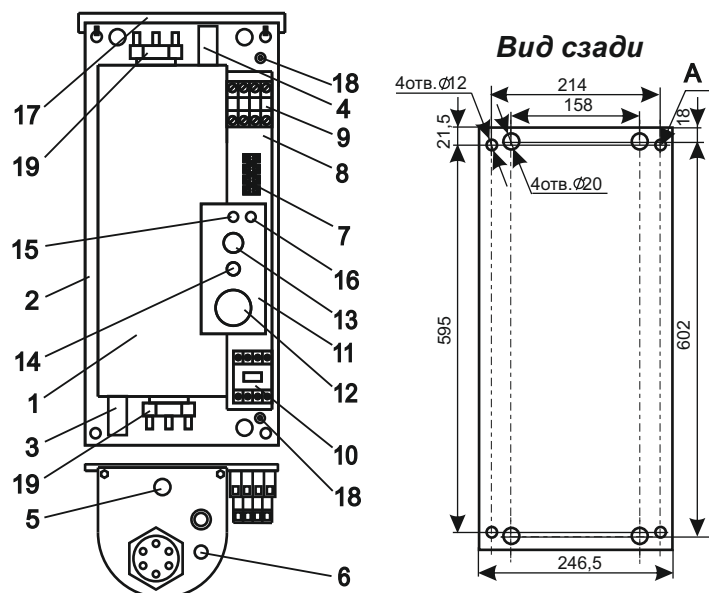

Рисунок 1 (кожух не показан):
4.1 Приборы ЭВАН-С1 -3; -4; -5; -6; -7,5; -9; -12; -15; -18; -24; -30 в соответствии с рис. 1 состоят из следующих основных частей:
- котла (1) с входным (3) и выходным (4) патрубками G 1¹/₄ датчиком терморегулятора (6), аварийным самовозвратным термовыключателем (5), отключающим прибор при 92° С, и блоками трубчатых электронагревателей (ТЭН) (19);
- панели (2) с зажимом заземления (18) для подключения защитного проводника РЕ;
- кронштейна (8) с размещенными на нем зажимом клеммным (7) для подключения циркуляционного насоса и датчика температуры воздуха, пускателем (10), элементами управления